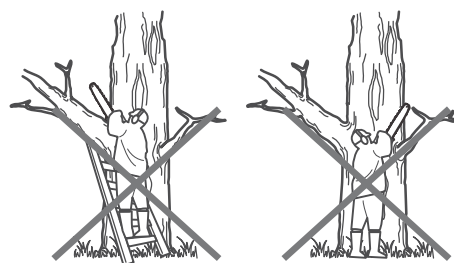

Fig. 29
8. No utilice el producto con los brazos completamente extendidos, no intente serrar zonas de difícil alcance ni utilice la herramienta en una escalera. No utilice nunca el producto por encima de la altura de los hombros (Fig. 29).